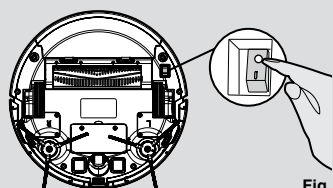

Fig. 9
Tænd for støvsugerrobotten med tænd/SluK knappen i bunden ( I ). [Fig. 9] Placer den foran opladningsstationen.
1. Tryk på TÆND/SLUK knappen på bunden af robotten. [Fig. 9]